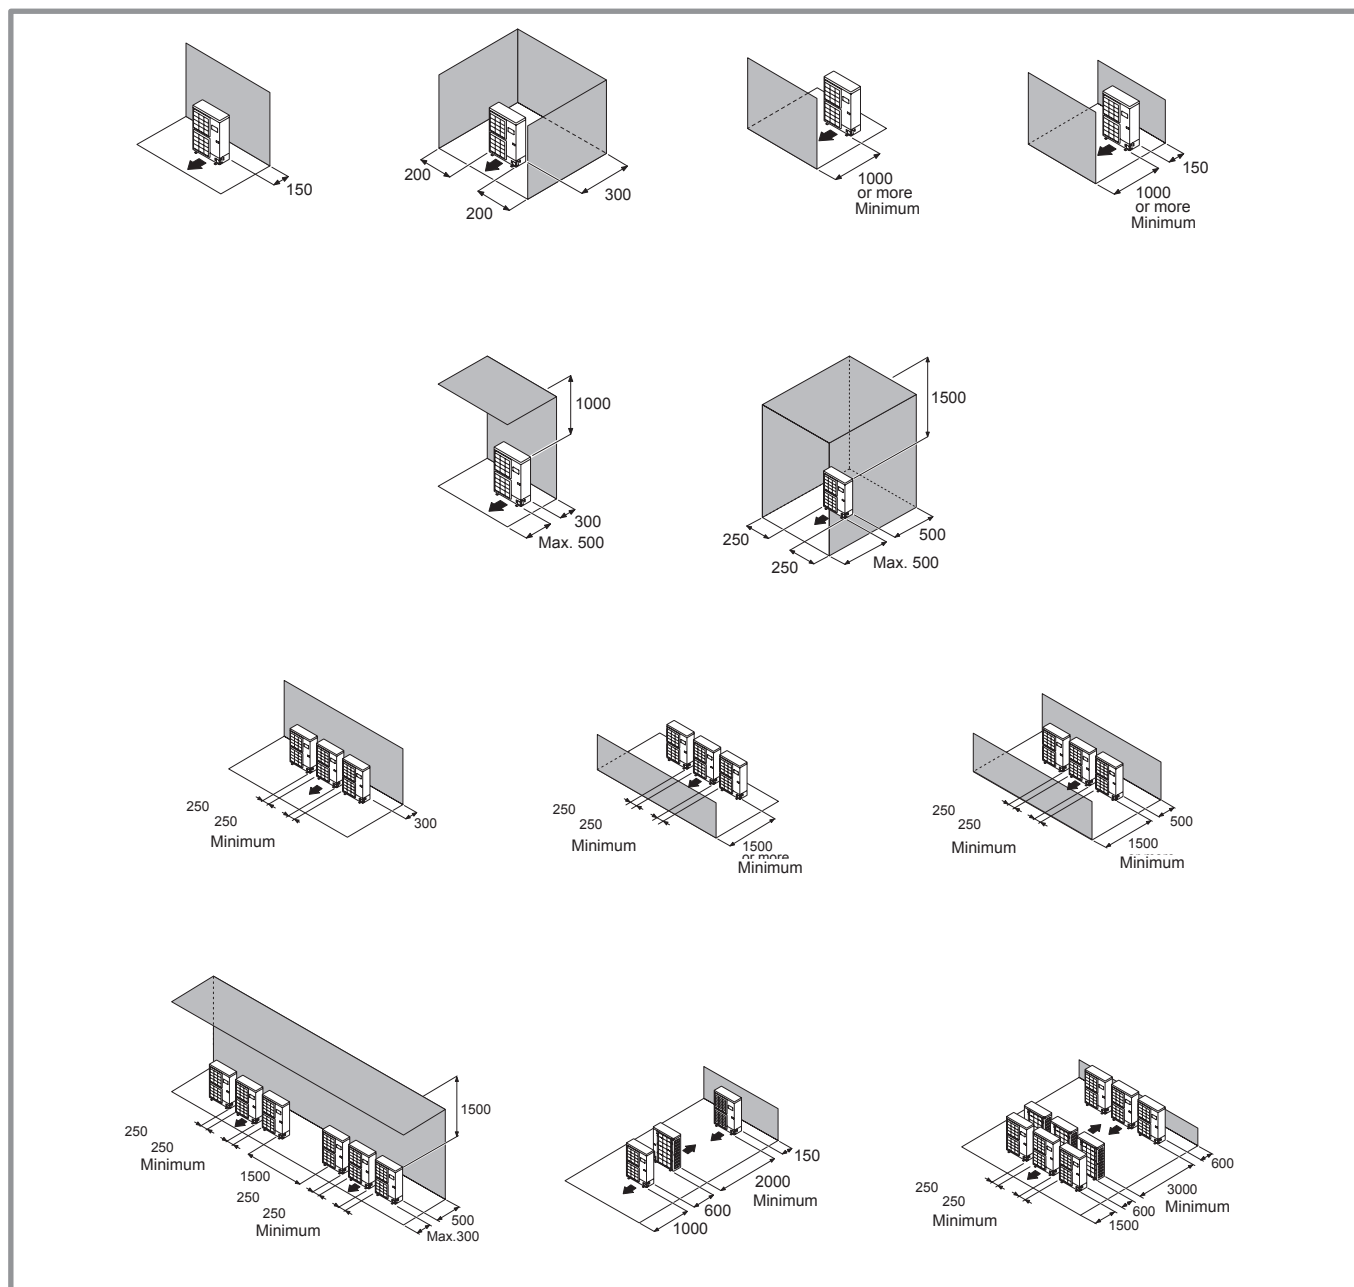

figure 13 - Dégagements minimum d'installation autour de l'unité extérieure (tous modèles)
L'unité extérieure doit exclusivement être installée à l'extérieur (dehors). Si un abri est requis, il doit comporter de larges ouvertures sur les 4 faces et respecter les dégagements d'installation (figure 13).
- Aucun obstacle ne doit entraver la circulation de l'air à travers l'évaporateur et en sortie du ventilateur (figure 13).